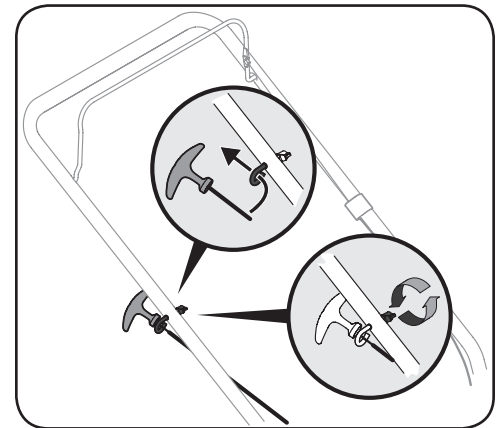

Figura 2-3
3. Enhebre la cuerda a través del perno de ojo. Consulte la Figura 2-3.